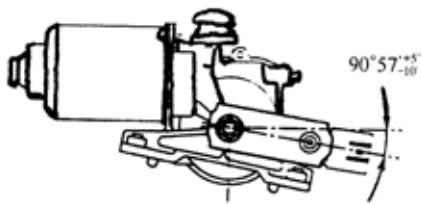

图 9-137
(2) 用一根导线连接 1 号端子(+1)和 3 号端子(S), 蓄电池正极(+)与 2 号端子(B)连接, 负极(-)与 5 号端子(E)连接, 使电机在低速档重新起动。
(3) 检查自动复位工作是否正常。标准: 如图 9-137 所示。